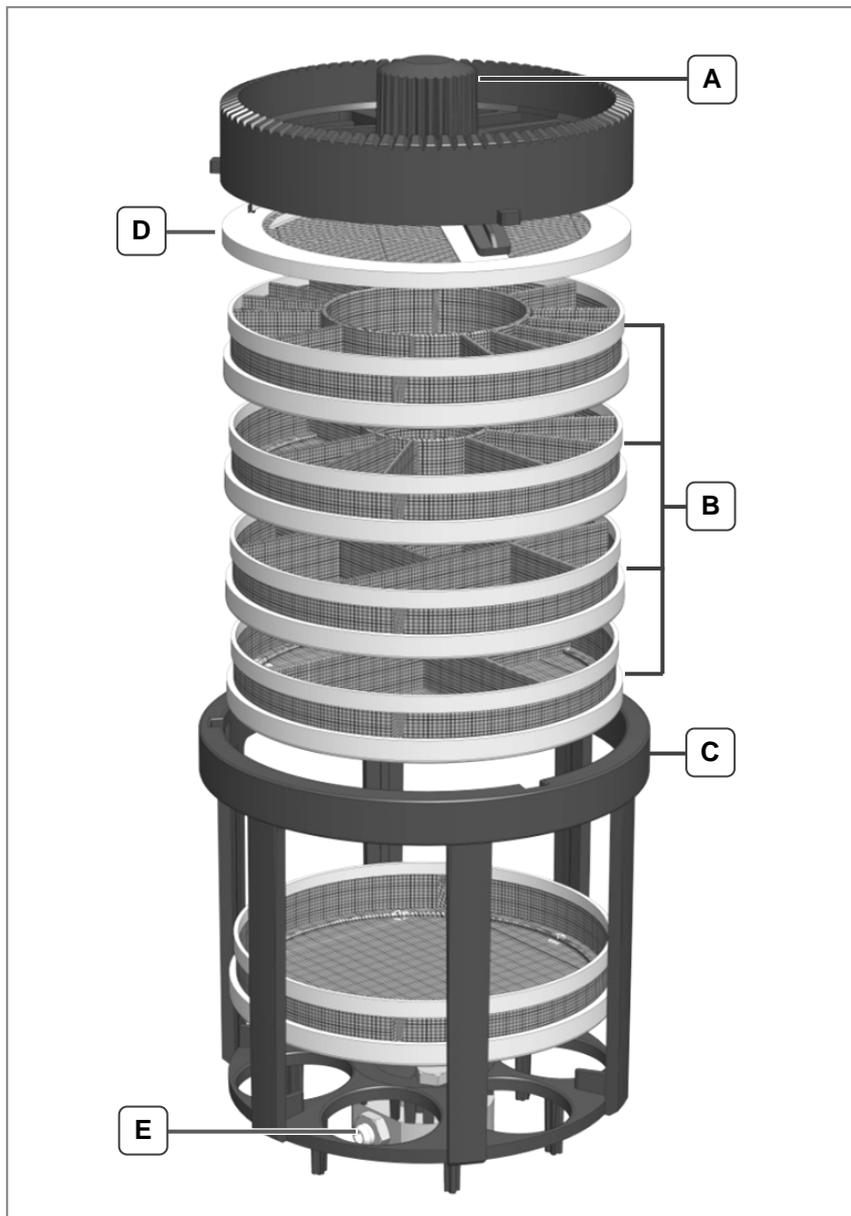

Fig. 6.2.2 Composition du support panier
Vous pouvez à présent retirer les cassettes (*fig. 6.2.2.B*) du support panier (*fig. 6.2.2.C*).
Placez le couvercle du panier (*fig. 6.2.2.D.*) en position extrême supérieure !
**Attention!** Avant d'insérer le support panier dans la chambre de nettoyage, vérifiez si le dispositif de verrouillage du support panier (fig. 6.2.2.A) est correctement fermé.